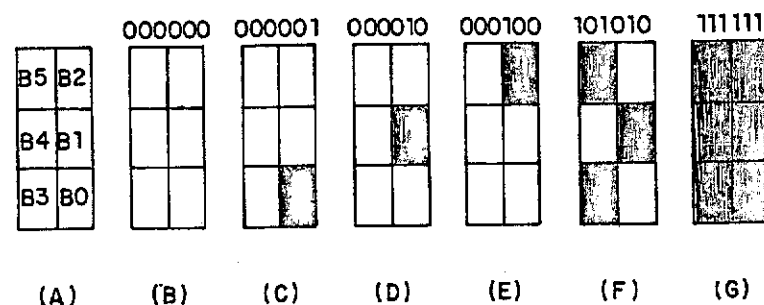
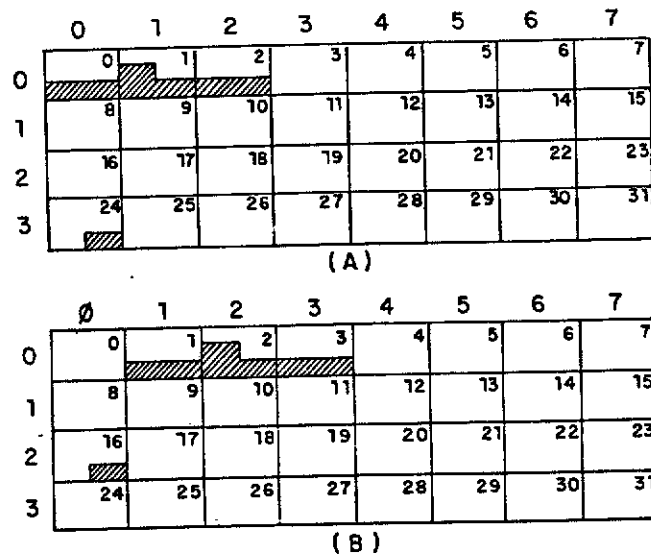

figura 8-2 - Codificação de células (a) posição dos bits na célula (b) até (g) exemplos com respectivos códigos.
figura 8-8 - Bombardeio de navio (a) quadro inicial
A célula é dividida em 6 segmentos, a cada um deles correspondendo um bit na sequência b5 b4b3b2b1b0 (figura 8-2-a). Quanto o bit = 1 o segmento é colorido, caso contrário é apagado. Assim, a célula codificada 000100 (figura 8-2e) tem o bit b2 em 1, significando que seu segmento no alto à direita é colorido e os outros apagados. A combinação dos 6 bits permite formar $2^6 = 64$ tipos de células.
mais variadas figuras pela simples escolha de alguns dos 64 tipos de células e ajuntando-as em blocos. Às vezes uma única célula representa a figura. Por exemplo, a célula 000010 (figura 8-2-d) pode ser uma bolinha de futebol, ou uma bala de canhão.
Na figura 8-4 é vista uma célula com - posta de 6 segmentos, cada um formado pela matriz 8 colunas x 5 fileiras de pixels. Observe que o mesmo tipo de célula (da figura 8-2) pode ter qualquer número de pixels. Quanto maior for o número deles melhor será a "resolução", isto é, a tela apresentará a figura mais detalhadamente.
Imaginemos um jogo extremamente simplificado, um navio sendo bombardeado por uma bala de canhão (figura 8-8). Ainda para facilidade de explicação suponhamos a tela formada por 8 colunas x 4 linhas de células, e estas são iguais àquelas da figura 8-2 que foram tomadas como exemplo para
Se algum dos 4 bits do joystick estiver em nível 0 a bala deve ser deslocada para a direção correspondente. Observe na figura 8-8 que desloca a bala para a esquerda (L) ou direita (R) significa subtrair ou somar uma unidade a N, respectivamente. Da mesma forma, uma posição para cima (U) é dada por N-8 e para baixo por N+8. Os 4 bits são carregados na ordem no acumulador, tal que o conteúdo será 0000LRUD. L será o bit nº 3, R bit nº 2, U bit nº 1 e D bit nº 0.